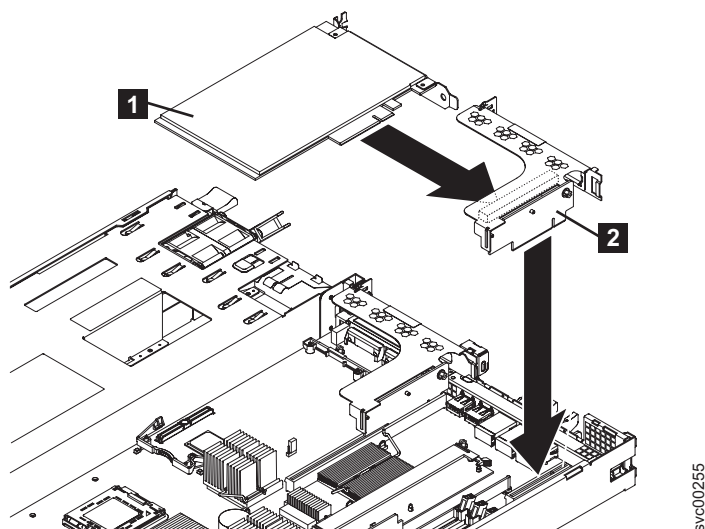

図 192. SAN ボリューム・コントローラー 2145-8G4 からのライザー・カード・アセンブリーの取り外し
6. ライザー・カード・アセンブリ (615 ページの図 192の **2**) を後部エッジでつかみ、このライザー・カード・アセンブリを持ち上げて取り外します。